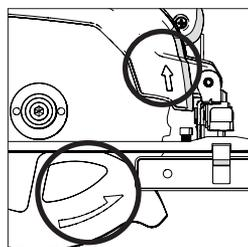

Abb. 6
- Stellen Sie sicher, dass die auf dem Sägeblatt aufgedruckte Drehrichtung der Richtung der Pfeile auf dem oberen und unteren Sägeblattschutz entspricht. (Abb. 6)